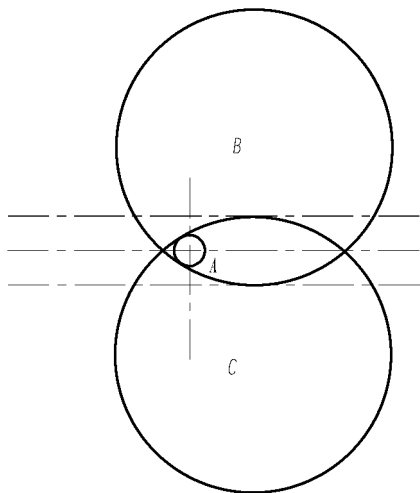

图 2-35 绘制圆 B 和圆 C
(7) 由于手柄是由相切圆弧组成的，因此，在绘制时可以选择“绘图”|“圆”|“相切、相切、半径”命令，分别绘制与圆 A 和两条水平辅助线相切，半径为 52 的圆 B 与 C ，如图 2-35 所示。